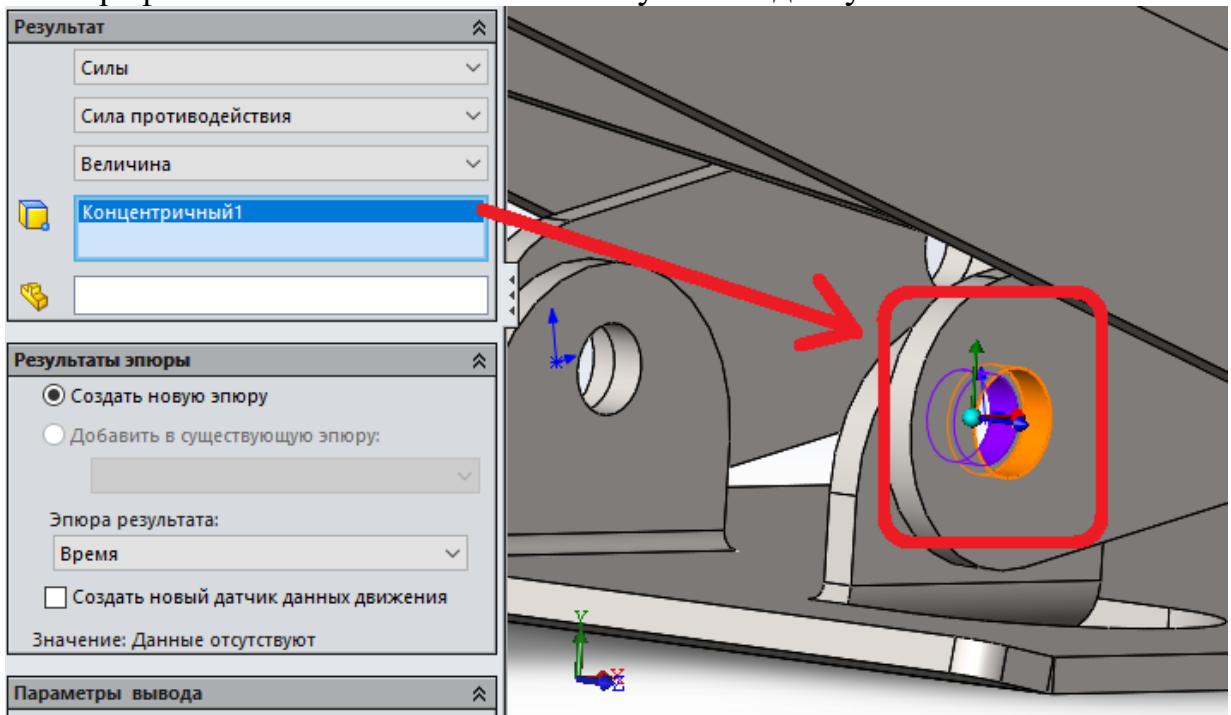
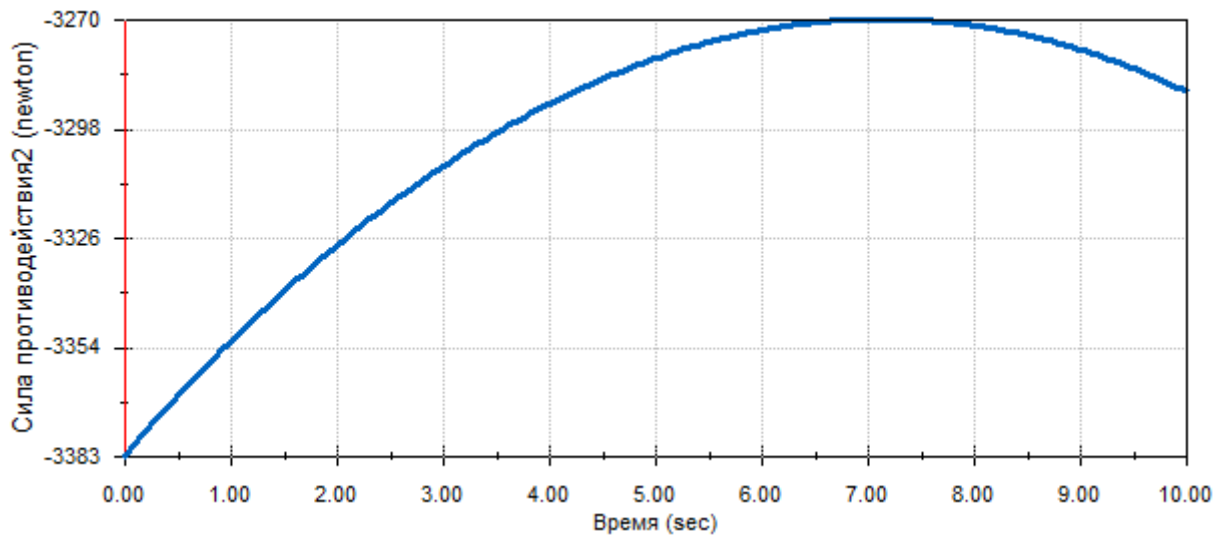

Рис. 10. Побудова епюри сили протидії у шарнірному з'єднанні.
Рис. 11. Елюра сили протидії шарнірного з'єднання
2.8. Натиснути **Результаты** → категорія **Силы** → підкатегорія **Сила противодействия** → вибір результуючого компоненту **Y-составляющая**, обрати спряження, як це показано на рис.10. Натиснути **Ок**. При цьому зявиться попередження Результат відображений на рис. 11.